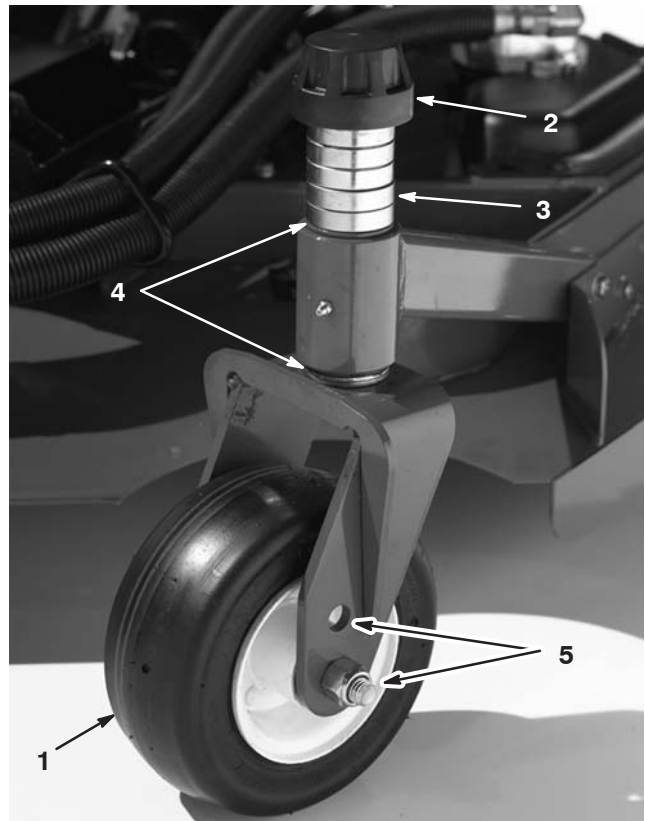
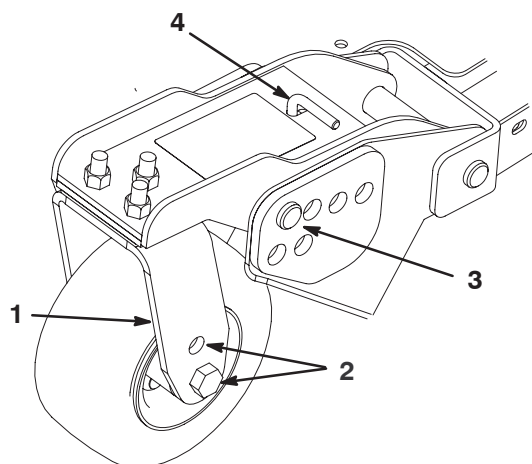
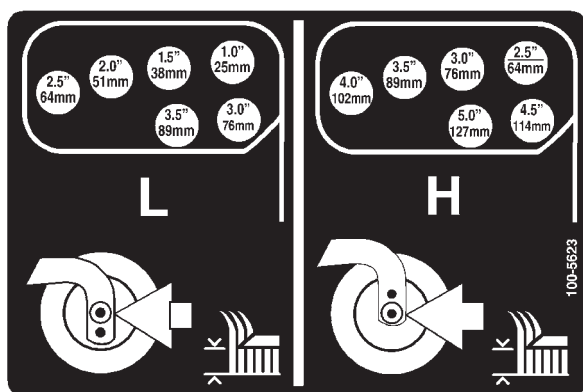

Figure 14
Figure 16
Figure 17
1. Placez les essieux des roues pivotantes dans les mêmes trous sur toutes les chapes (Fig. 14 et Fig. 16). Pour choisir les trous corrects pour la hauteur de coupe requise, reportez-vous au tableau suivant.
2. Enlevez le chapeau de tension de l'axe de pivot (Fig. 14) et sortez l'axe du bras pivotant. Remplacez les deux cales (3 mm) sur l'axe de pivot comme à l'origine. Elles sont requises pour que les plateaux de coupe soient parfaitement de niveau sur toute la largeur. Placez le nombre requis d'entretoises de 13 mm sur l'axe de pivot pour obtenir la hauteur de coupe voulue, puis ajoutez la rondelle.
4. Enlevez la goupille fendue et les axes de chape des bras pivotants (Fig. 16).
5. Tournez la tige de tension pour élever ou abaisser le bras de pivot jusqu'à ce que les trous soient en face de ceux du support de hauteur de coupe sélectionnés dans le bâti du plateau de coupe (Fig. 16 et Fig. 17).